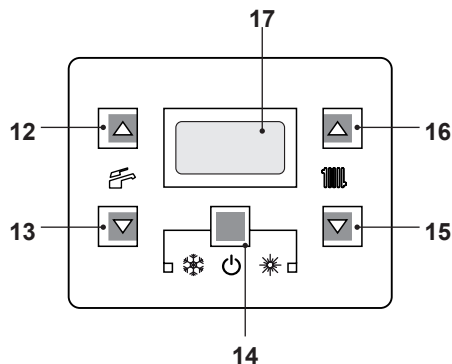
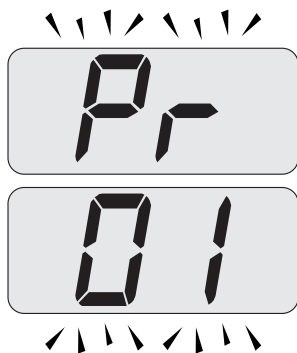

Figura 5.30
Figura 5.31
- Entrare in "modalità programmazione" premendo contemporaneamente per 10 secondi i tasti 14 - 15 - 16 (Figura 5.30) fino a far apparire sul display LCD le lettere **Pr** che si alternano con il codice **01**, indicanti l'entrata nel "parametro 01" (Figura 5.31).
- Premere contemporaneamente i tasti 14 e 16 (Figura 5.30) fino a far apparire sul display LCD il valore del parametro 15 (Figura 5.33).
- Premendo il tasto 14 (Figura 5.30) si ottiene la conferma del valore inserito.
- Premendo contemporaneamente i tasti 14 e 15 (Figura 5.30) si esce senza modificare il valore (ritorno alla lista parametri Figura 5.32)
- Premendo contemporaneamente per 10 secondi i tasti 14 - 15 - 16 (Figura 5.30) si esce dalla "modalità programmazione".
Comunque se la temperatura ambiente non dovesse essere confortevole si può aumentare o diminuire la temperatura di mandata dell'impianto riscaldamento di $\pm 15^\circ\text{C}$ agendo sui tasti 15 (diminuzione) e 16 (aumento) (Figura 5.30).